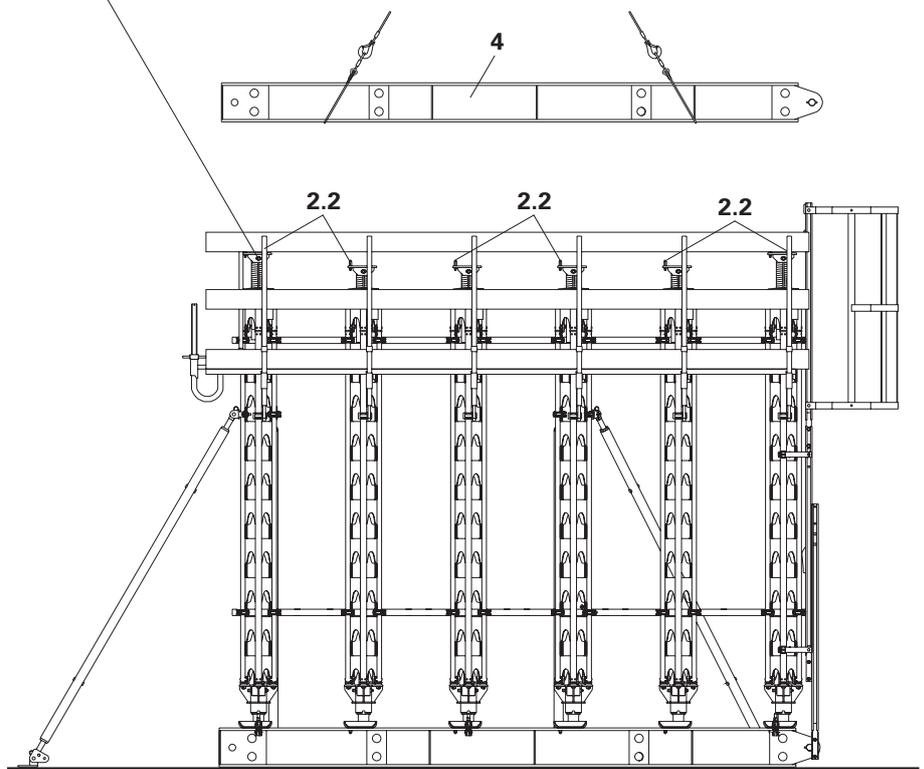

Fig. A3.05
1. Poser la poutre de tête (4) sur les étais HD extérieurs. Fixer latéralement à l'aide des vis de centrage (2.2). (Fig. A3.05)